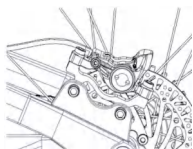

Abbildung 2-3 Montagerichtung der Scheibenbremse
① Installieren Sie den Adapter für die vordere/hintere Scheibenbremse an den Befestigungsschraubenlöchern (wie in Abbildung 2-3 gezeigt).
② Lösen Sie die Befestigungsschrauben des Bremssattelkörpers, sodass der Bremssattelkörper feinjustiert werden kann, und montieren Sie dann den Adapter am Fahrradrahmen.